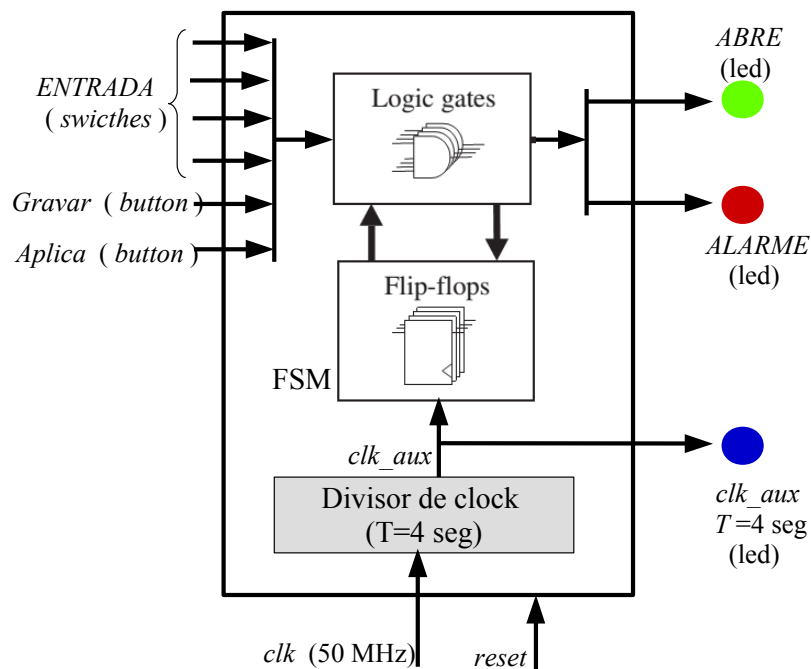

Figura 2. Fechadura digital
Exercício 2. Implementar no FPGA uma FSM que controle a fechadura digital da Figura 2. O sistema deve atender as seguintes especificações:
- A fechadura conta com quatro (4) *switches* de *ENTRADA*, dois (2) *pushbuttons* (GRAVAR e APLICA), um led de saída chamado ABRE que indica se a fechadura abre ('1' lógico) ou fecha ('0' lógico) e um led de saída chamado ALARME que indica se a combinação da fechadura é incorreta.
- Para facilitar o teste na FPGA, deve-se gerar um sinal de clock (*clk_aux* na Figura 2) com período de 4 segundos. Use outro led da placa para mapear a saída desse sinal de clock, de forma que os usuários possam manipular os *switches* de *ENTRADA* e o *pushbutton* APLICA antes de cada borda de subida do sinal de clock de 4 segundos.